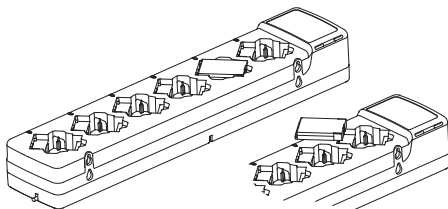

Figure 2: Batterie autonome en charge
4. Pour charger une batterie autonome, insérez-la dans le compartiment du chargeur comme suit (voir Figure 2) :